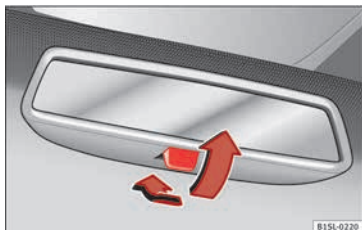

Fig. 114 Rétroviseur intérieur jour/nuit manuel.
- Pour sélectionner la position nuit, déplacez le levier vers l'arrière »» **fig. 114**.